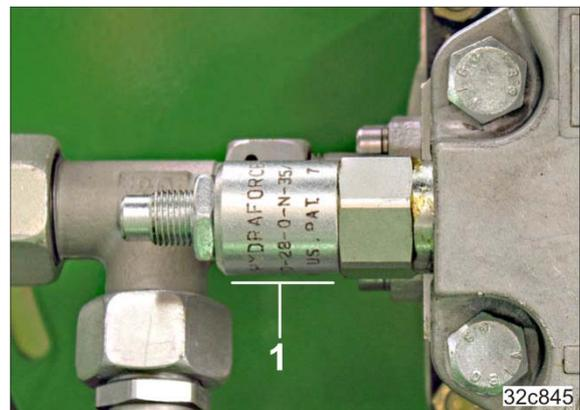

Fig. 163
- 2.1 Druckbegrenzungsventil mit runder Außenkontur (Fig. 163/1)